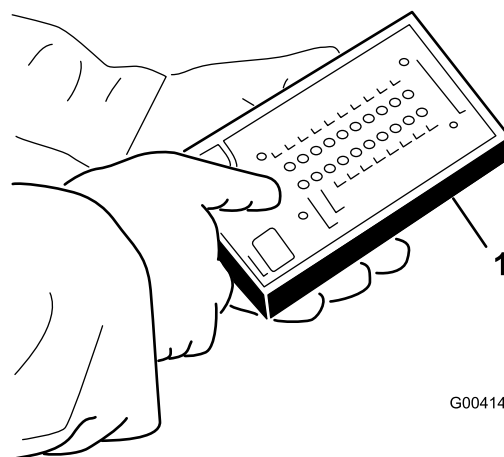

Figura 28
5. Ligue o conector do visor ACE de diagnóstico ao conector de fios (Figura 28).